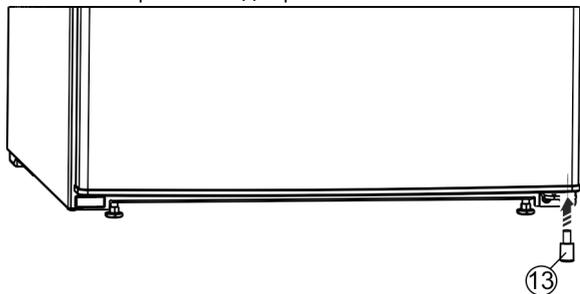

Fig. 24 *
- ▶ Снова вставьте в дверь распорную деталь Fig. 24 (13) справа внизу - это важно для обеспечения устойчивости устройства.*